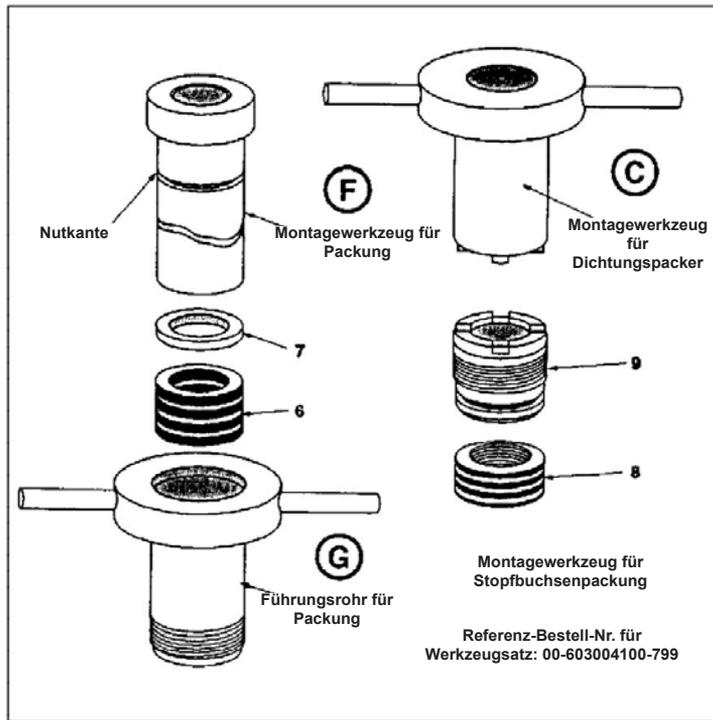

Abbildung 2
- Lösen Sie den Dichtungspacker (9) mit dem Packungswerkzeug (Abbildung 2) lösen.
- Nehmen Sie die Gehäuseschraube (14, 15, 16) heraus. Der Zwischenflansch (2) kann nun abgenommen werden, wenn sich der Kegel in vollständig geöffneter Stellung befindet. Um den Kegel (3) abzunehmen, ziehen Sie diesen vorsichtig nach unten.
- Entfernen Sie den Dichtungspacker (9) zusammen mit O-Ringen (10 und 11), Tellerfedern (8), unterem Stopfbuchsenring (7) und der Packung (6).
- Der Sitzring (4) ist vorsichtig von der Ventilauslassseite in das Gehäuse hineinzuschieben und herauszunehmen. Entfernen Sie auch den O-Ring (5) aus dem Gehäuse (1).
- Setzen Sie den Kegel (3) in die untere Führungsbohrung im Gehäuse ein.
- Platzieren Sie den Zwischenflansch (2) über die Kegelwelle auf das Gehäuse und ziehen Sie die Verschraubungen (14, 15, 16) von Hand an.
- Um die Packung in den Zwischenflansch (2) einzusetzen, ist die Führungsbuchse (Abbildung 2) bis zum Anschlag in das Gehäuse einzuschrauben. Schieben Sie die gesamte Packung (6) über das Wellenende in das Führungsrohr hinein, bis die Packung vollständig eingesetzt ist. Es ist wichtig, dass die Packung so ausgerichtet ist, wie in den Detailzeichnungen (Abbildungen 1 und 4) gezeigt wird.
- Setzen Sie den unteren Stopfbuchsenring (7) ein und schieben Sie die Packung mit dem Montagewerkzeug (Abbildung 2) bis zum Anschlag in den Zwischenflansch. Die Packung ist korrekt positioniert, wenn die untere Nutkante des Montagewerkzeugs mit der Oberkante des Führungsrohres fluchtet.
- Setzen Sie die sieben Tellerfedern (8) gemäß den Abbildungen 1 und 4 ein und schrauben Sie das Führungsrohr (Abbildung 2) heraus.
- Setzen Sie die O-Ringe (10 innen, 11 außen) in die Nute des Dichtungspackers (9) ein und schrauben Sie den Gewindeeinsatz bis zum Anschlag mit dem Montagewerkzeug (Abbildung 2) ein.
Montage der Packung und Einstellung des Stellantriebs erfordern den Einsatz von Spezialwerkzeugen. Darüber hinaus verringern diese Werkzeuge das Risiko, dass Dichtungselemente bei der Montage beschädigt werden. Die Werkzeuge können als Komplettsatz von der Baker Hughes-Ersatzteilabteilung bezogen werden und sind für alle Ventilgrößen geeignet (siehe Abbildung 2).